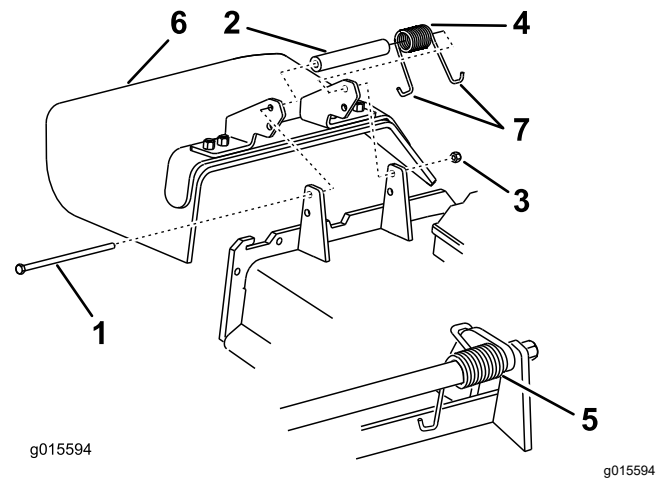

Figure 111
1. Retirez le contre-écrou, le boulon, le ressort et l'entretoise qui fixent le déflecteur aux supports de pivot (Figure 111).
2. Enlevez le déflecteur s'il est endommagé ou usé (Figure 111).
Remarque: Prenez soin de placer une extrémité en J du ressort derrière le bord du tablier avant de mettre le boulon en place, comme montré à la Figure 111.
6. Placez une extrémité en J du ressort autour du déflecteur d'herbe (Figure 111).